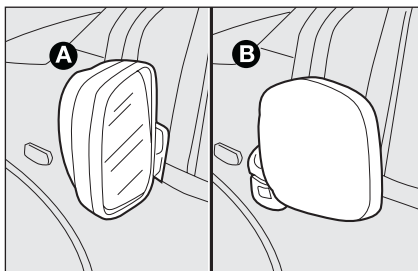

fig. 30
Si nécessaire (par exemple lorsque l'encombrement du rétroviseur crée des difficultés dans un passage étroit) il est possible de déplier les rétroviseurs en les déplaçant de la position **A**-fig. 30 à la position **B**.
*Lorsque le véhicule est en marche, les rétroviseurs doivent toujours être en position A-fig. 30.*